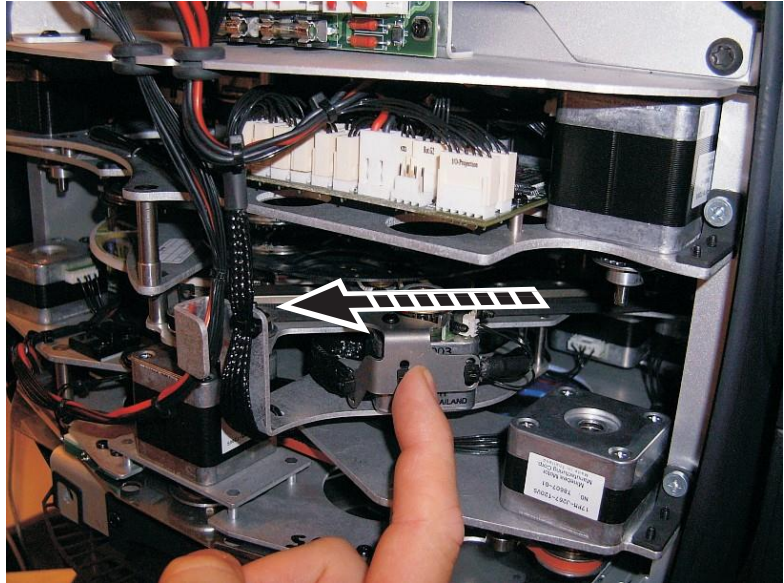

Рисунок 24. Доступ к колесу анимации
3. См. рисунок 24. Переведите колесо анимации вверх в головную часть, потянув ее скользящую каретку пальцем.